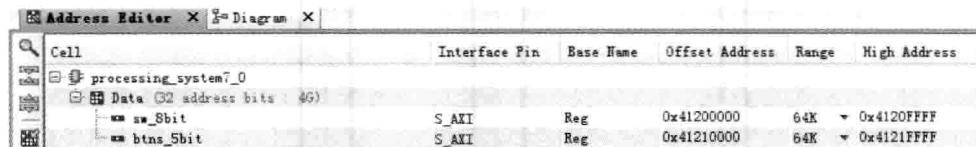

图 4.45 分配完两个地址
(30) 如图 4.45 所示,为所有两个 GPIO 外设均分配了地址空间。